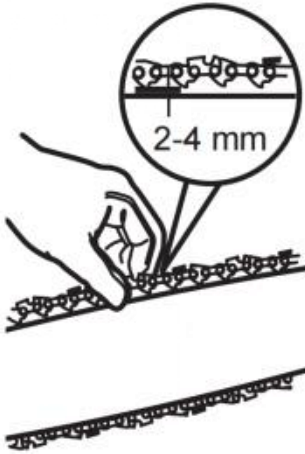

Fig. 15
1) Controleer de kettingspanning door met één hand de zaagketting (C12) tegen het gewicht van het product op te tillen. De juiste kettingspanning wordt bereikt wanneer de zaagketting ca. 2 - 4 mm vanaf het zaagblad (C13) in het midden (Fig. 15).